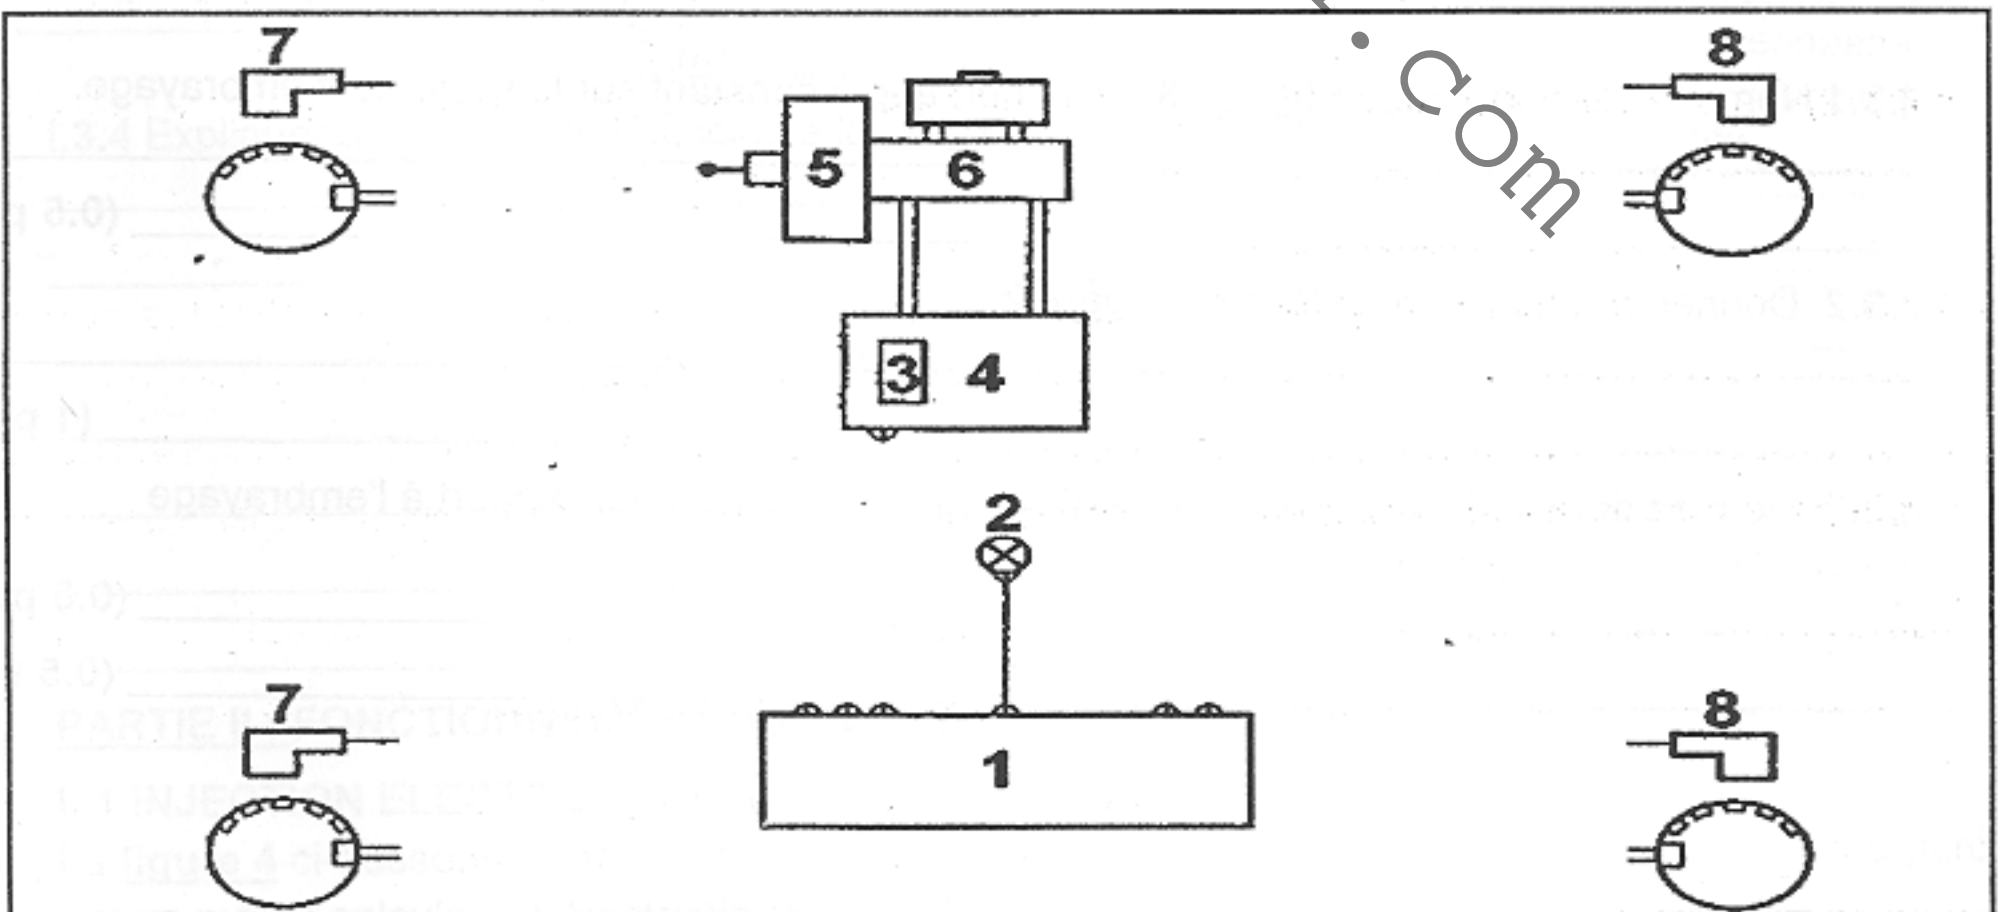

Figure 2 : Système de freinage ABS
La **figure 2** ci-dessous est un système de freinage ABS (incomplètement représenté). Ce système est souvent associé au système ASR.
I.2.1 Compléter le branchement de la **figure 2** afin de la rendre fonctionnel. (1.5 pt)
I.2.4 Complétez le **tableau 2** ci-dessous relatif à la **figure 2**.